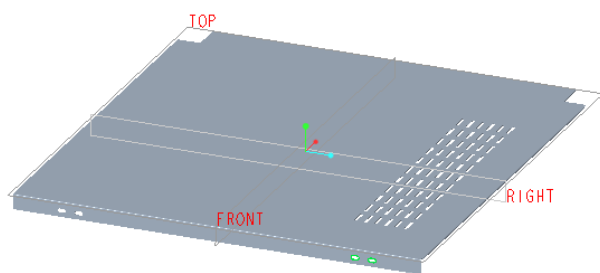

图 6-16 镜像结果
- (1) 选中刚创建的拉伸切割特征，并从功能区的“模型”选项卡中单击“编辑”→ (镜像) 按钮，打开“镜像”选项卡。
- (2) 选择 FRONT 基准平面作为镜像平面参考。
- (3) 单击“镜像”选项卡中的 (完成) 按钮，得到的镜像结果如图 6-16 所示。